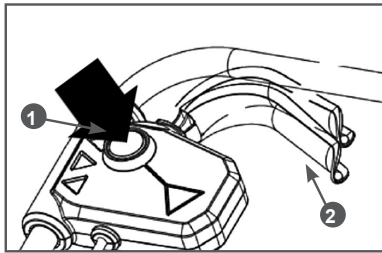

Рис. 11 Включение газонокосилки
1. Нажмите и удерживайте кнопку 1 блокировки (Рис. 11).
2. Нажмите рычаг 2 выключателя (Рис. 11).
Чтобы выключить газонокосилку отпустите рычаг 2 выключателя (Рис. 11).